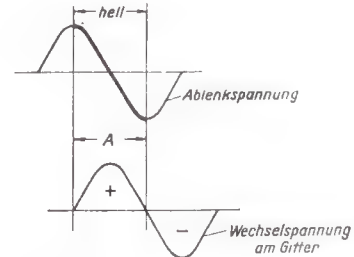

Bild 4. Phasenlage der Ablenk- und Gitterwechselspannung für Rücklaufverdunkelung
Für eine ganze Reihe von Aufgaben genügt eine sinusförmige Ablenkung mit Netzfrequenz an Stelle der Ablenkung durch eine Kippspannung. In diesem Falle ist aber eine Rücklaufverdunkelung vorzusehen, damit das Oszillogramm nur einmal geschrieben wird. Zur Ablenkung des Strahls wird nach Bild 4 der dick gezeichnete Teil einer Periode (A) ausgenützt (vom positiven Maximum zum negativen Maximum). Das Gitter ist nun im Ruhezustand so weit negativ vorgespannt, daß der Strahl gerade dunkel ist. Durch die Gitterwechselspannung (Bild 5) wird der Strahl nur in der positiven Halbwelle aufgesteuert, d. h. eine Zeichnung ist nur innerhalb des mit „hell“ bezeichneten Teils einer Periode möglich. Daraus folgt, daß die zur Rücklaufverdunkelung benutzte Spannung gegen die zur Ablenkung benutzte um  $90^\circ$  in der Phase gedreht werden muß (Bild 5).  $C$  muß klein, d. h.  $\frac{1}{\omega C} \gg$  gegen  $R$  sein, damit diese Phasenverschiebung zustande kommt und gleichzeitig die Wechselspannung auf den für die Auftastung nötigen Wert reduziert wird.